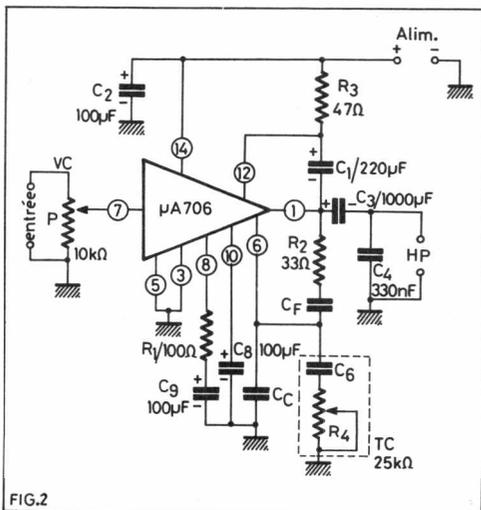
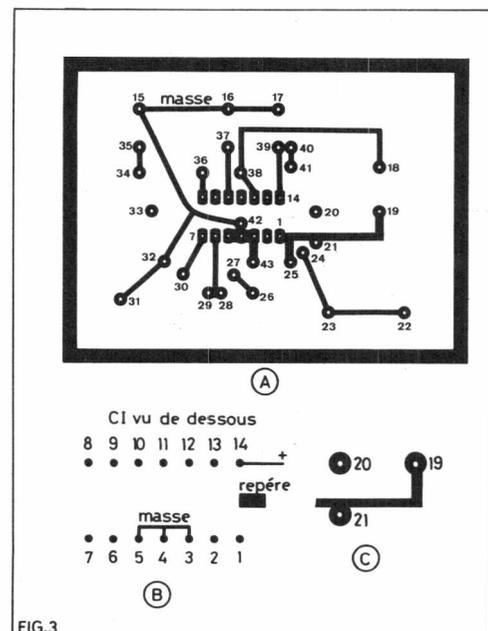
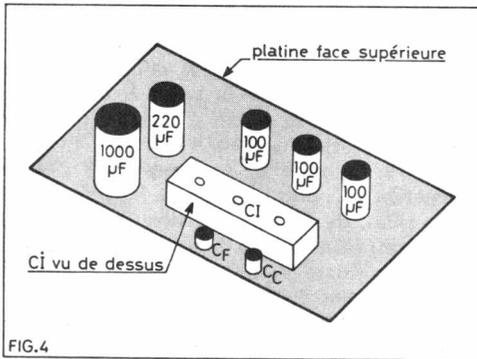
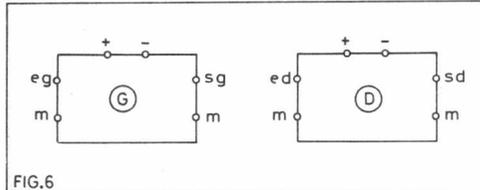

FIG.2
FIG.3
FIG.4
FIG. 6
tation. Cela n'est pas un inconvénient grâce car la tension d'alimentation n'est que de 14 V donc, en aucun cas dangereuse. On verra toutefois plus loin, qu'il est possible d'établir un montage avec une extrémité du haut-parleur à la masse comme c'est le cas dans le montage de la figure 2 qui sera analysé également.
Celui-ci est représenté par le schéma de la figure 2. Cet appareil comprend quelques éléments extérieurs de plus mais pas beaucoup, ce qui maintient la simplicité du montage.
Le montage de la figure 2 peut se réaliser sur une platine imprimée ou sur une platine isolante sur laquelle on aura effectué des connexions par fils disposées comme celles préalablement imprimées que nous indiquons à la figure 3 (A).
Les divers points de branchements sont des petits cercles métallisés avec un petit trou au centre pour le passage du fil du composant à connecter (figure 3 c). Les trous à effectuer pour le passage des broches du CI sont numérotés comme les broches, de 1 à 14. On a indiqué sur la figure 3 (A) les points 1 et 14. Le CI est vu avec les broches vers l'observateur (vue de dessous). Les broches sont indiquées à nouveau à la figure 3 (B).
Aucune connexion ne doit être faite directement sur une broche (dite aussi « point » ou point de terminaison) d'un circuit intégré mais sur un point-relais relié au CI par une connexion imprimée (ou non imprimée). Ainsi, sur la figure 3 (A) on voit que pour le point 8 du CI (à gauche et en haut) on a prévu le point-relais de branchement 36 qui lui est relié par une connexion point du CI.
Si l'on ne peut réaliser soi-même cette platine imprimée, on pourra effectuer un montage à dispositions analogues en perçant sur une platine isolante, les trous de la figure 3 A et en montant des casses à souder (rivées ou avec des vis et écrous) dans les trous. On affectuera ensuite les connexions puis on montera les composants.
Voici à la figure 4 un aspect de la platine vue de dessus c'est-à-dire de la face opposée à celle montrée à la figure 3 A.
En ce qui concerne ces derniers, on n'utilisera pas le circuit TC de la figure 2 car si ce circuit est suffisant dans un montage radio, son-TV ou d'électrophone de classe moyenne, il sera insuffisant dans une chaîne HI-FI qui exige des réglages indépendants des basses et des aiguës.
On adoptera le montage de la figure 2 en deux exemplaires sans circuit de tonalité donc suppression de C_6 et R_4 . Il sera alors possible de réaliser un montage « double » présentant certaines simplifications par rapport à deux exemplaires distincts mais il est préférable de maintenir indépendants les deux amplificateurs afin de laisser à l'utilisateur la possibilité de les employer dans d'autres applications que la stéréophonie.
Le montage de la figure 2 sera représenté d'une manière simplifiée par un rectangle avec six bornes (voir figure 6). Sur cette figure les entrées et les sorties possèdent chacun, un point chaud : e_g = entrée gauche, e_d = entrée droite, s_g = sortie gauche, s_d = sortie droite et les points d'alimentation + et - de la source de 12 V.